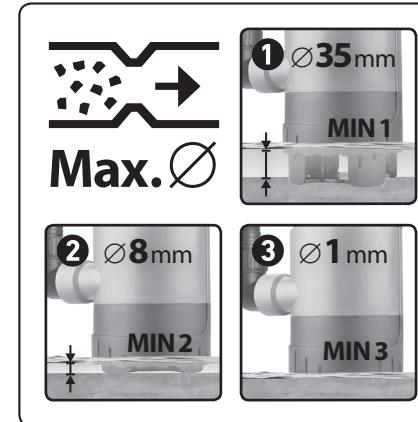
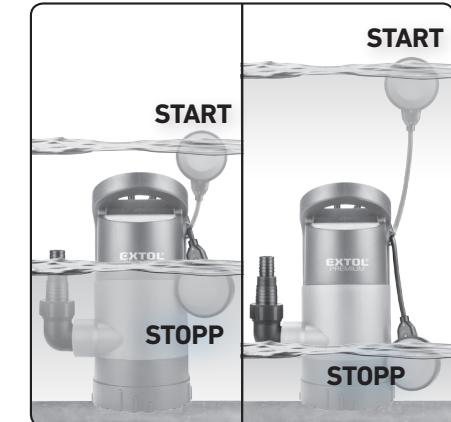

Abb. 2
Abb. 3
- Die elektrische Tauchpumpe Extol® Premium 8895013 mit ausfahrbbarer Ansaugbasis ist zum Abpumpen von reinem und verunreinigtem Wasser aus Gruben, Teichen, Bächen, Feuerwehrbecken u. ä. bestimmt. Dank der Möglichkeit des Einfahrens der Ansaugbasis ist die Pumpe geeignet zum Abpumpen des Wassers aus überschwemmten Bereichen bis auf einen sehr niedrigen Wasserstand (Abb. 2). Mit der ausfahrbaren Ansaugbasis kann man die Durchgängigkeit von Fremdkörpern von 1, 8 oder 35 mm einstellen, und es kann auch verunreinigtes Wasser abgepumpt werden (Abb. 2). Die einstellbare Kabellänge des Schwimmers ermöglicht es, abzugrenzen, bei welchem Pegel es zum Anlassen bzw. zum Abschalten der Pumpe kommt (Abb. 3). Pumpe für verunreinigtes Wasser für den Betrieb mit mittlerer Beanspruchung.
• Für die richtige Funktion des Schwimmerschalters darf die Entfernung zwischen Schwimmerschalter und Kabelhalter nicht zu klein sein. Das beschriebene Prinzip ist in Abb. 3 abgebildet.
- Der Betrieb vom Pumpenmotor wird automatisch durch die Position des Schwimmerschalters in Bezug auf die Höhe vom Wasserspiegel der gepumpten Flüssigkeit gesteuert, siehe Abb. 3.